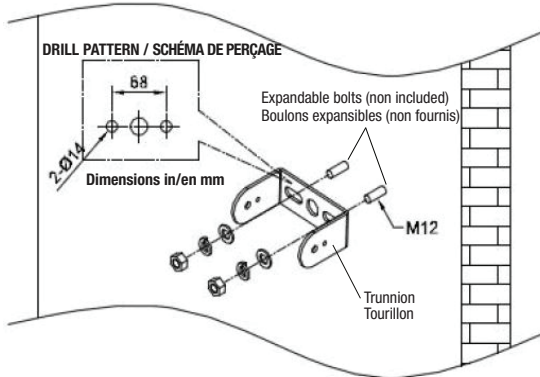

Fig. 4A
1. Percer les trous appropriés sur la surface de montage en utilisant le schéma de perçage (voir Fig. 4A).
2. Utiliser des boulons expansibles pour fixer solidement le tourillon sur la surface de montage (Fig. 4A).